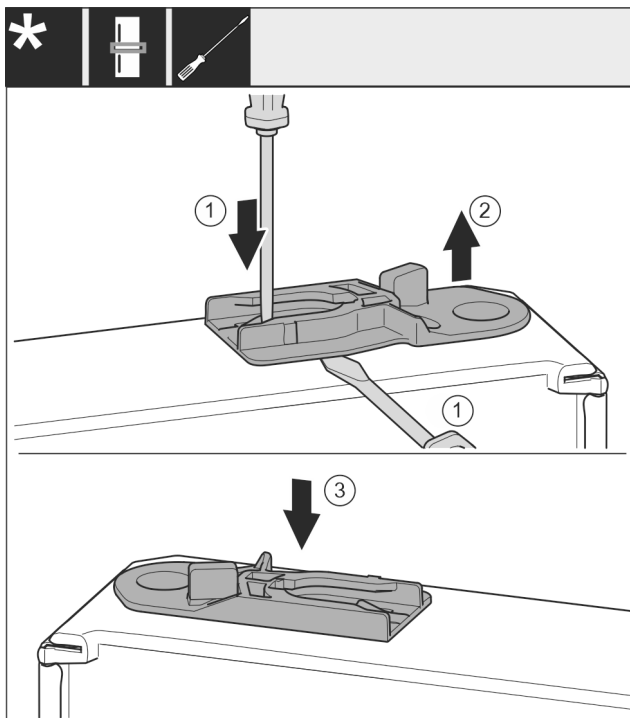

Fig. 38 *
- ▶ Dra ut styrhylsan: Tryck in fliken med spårskruvmejseln och stick samtidigt in skruvmejseln under styrhylsan. Fig. 38 (1, 2)*
- ▶ Skjut in styrhylsan som medföljer leveransen på andra sidan skåpet. Fig. 38 (3)*